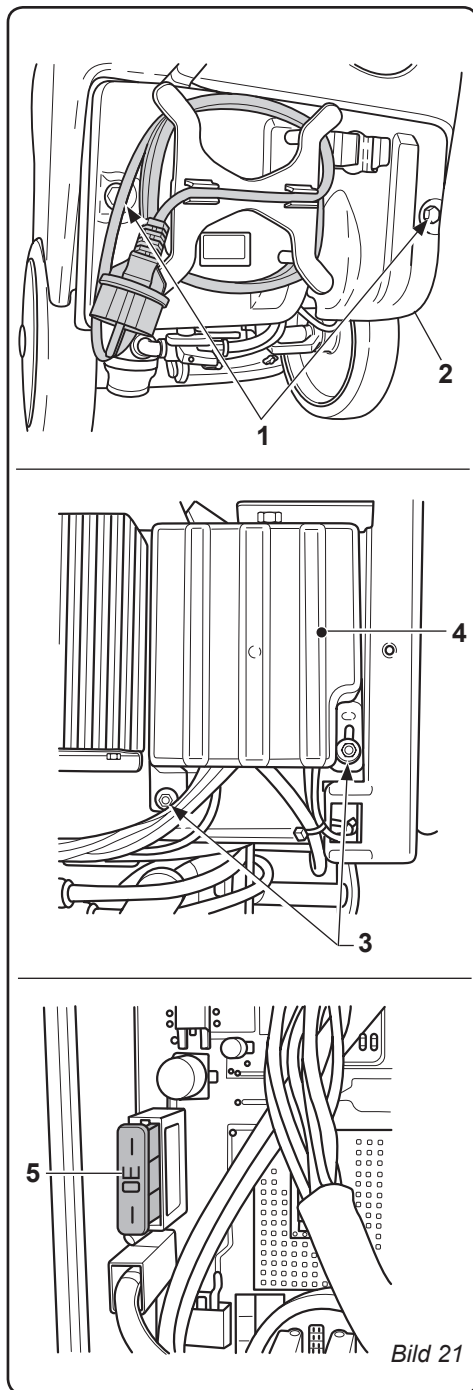

Bild 21
11.1.h -Byta ut säkringar (Bild 21)